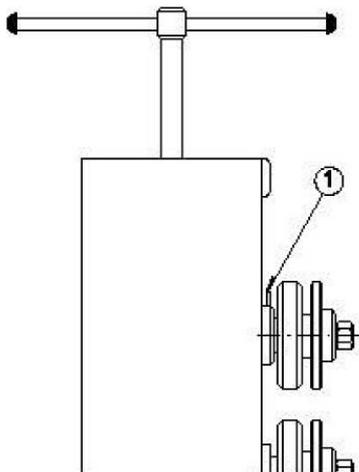

Abb. 15: Montage der Rollen
Schritt 1: Den Stift an der oberen Rolle mit einem Schraubenzieher eindrücken (1, Abb. 15) und in der Welle einrasten.